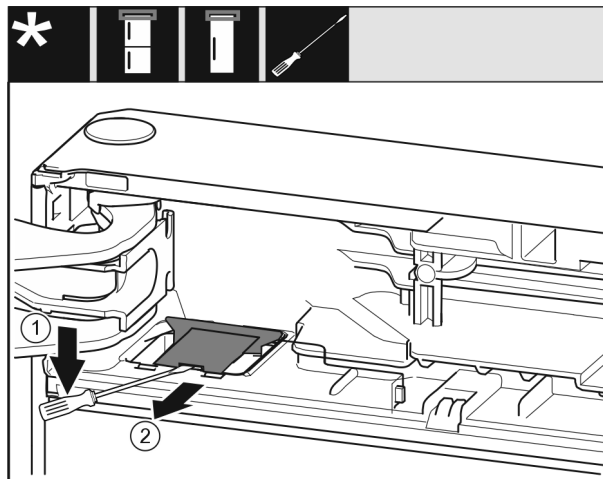

Fig. 7
- ▶ Με ένα ίσιο κατσαβίδι ξεκουμπώστε το κάλυμμα και αναμοχλεύστε το. Fig. 7 (1)
- ▶ Αφαιρέστε το κάλυμμα. Fig. 7 (2)